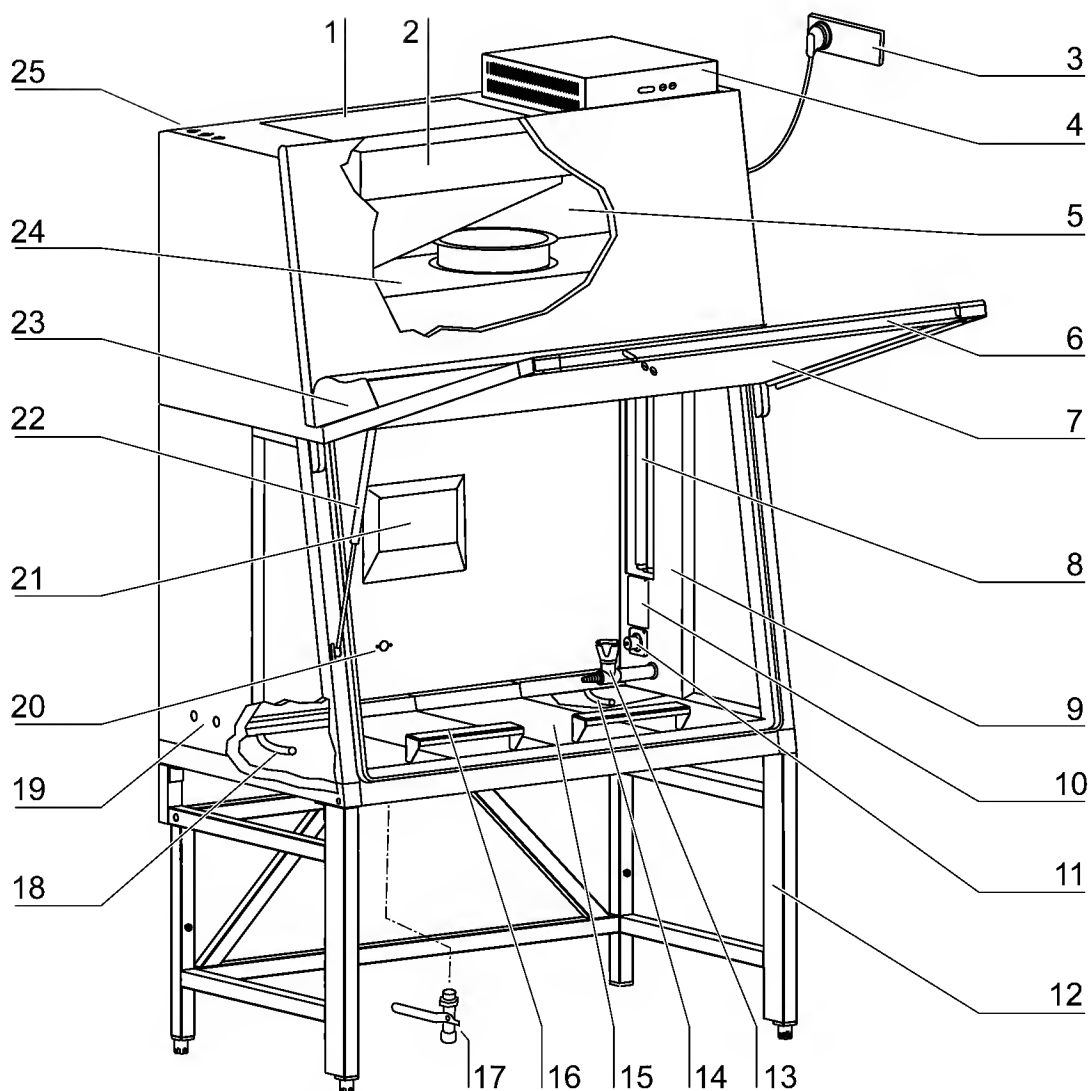

Fig. 3
- **Fig. 3:** Plenum [5] (conjunto de componentes dos ventiladores com filtro) com ventilador de ar de circulação [24] e ventilador de ar de exaustão [2]. Directamente no respectivo ventilador são montados o filtro de ar de circulação do aparelho e o filtro de ar de exaustão. O ar de exaustão será enviado para o ambiente do aparelho através da abertura [1].